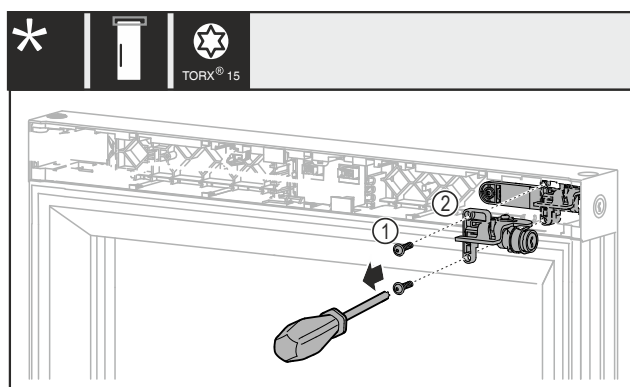

Fig. 11
- Odstraňte šrouby Fig. 11 (1).
- Sejměte mechanický zámek Fig. 11 (2).